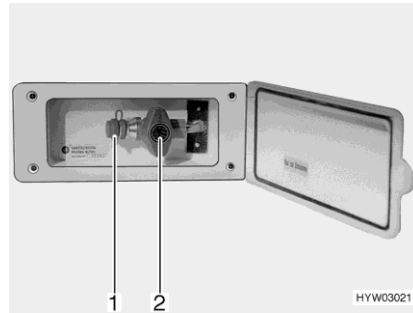

Bild 181 Extern gasanslutning
- Anslut den externa gasapparaten till anslutningar (Bild 181,1).
- Öppna gasavstängningsventilen (Bild 181,2).